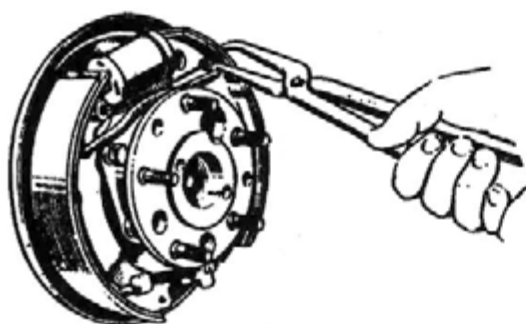

Рис. 248. Снятие стяжной пружины колодок заднего тормоза
2. Снимите обе стяжные пружины колодок при помощи щипцов 9487-740 (рис. 248).
2. Снимите обе стяжные пружины колодок при помощи щипцов (рис. 248) и, раздвинув колодки, выведите их концы из прорезей опорных стержней поршней.